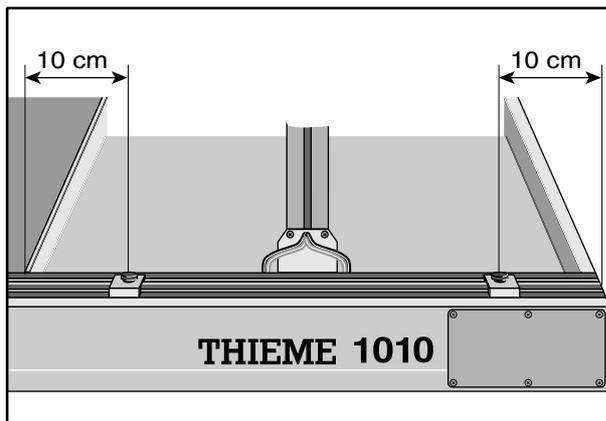

Bild 5-7. Einstellen des Rakelweges
- \* Stellen Sie den Rakelweg mit den beiden Endschaltern grob ein. Halten Sie vom Siebrahmenende jeweils einen Abstand von ca. 10 cm ein (Bild 5-7).